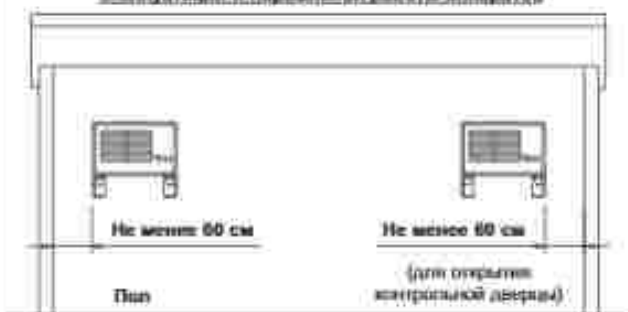

Рис. 4.4
- Установить аппараты соблюдая указанные на рис. 4.4, 4.5 расстояния от стен.